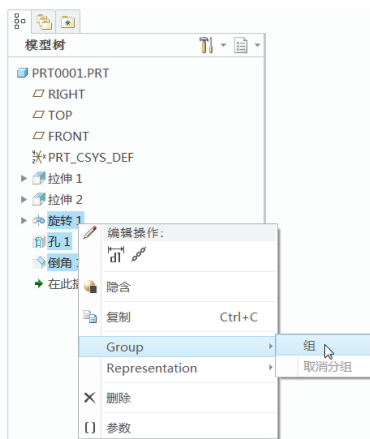

图 9-2 使用右键快捷菜单
- 2) 右击，接着从快捷菜单中选择“Group”→“组”命令，如图 9-2 所示，则在模型树中显示“组_局部组”或“组 LOCAL_GROUP”。